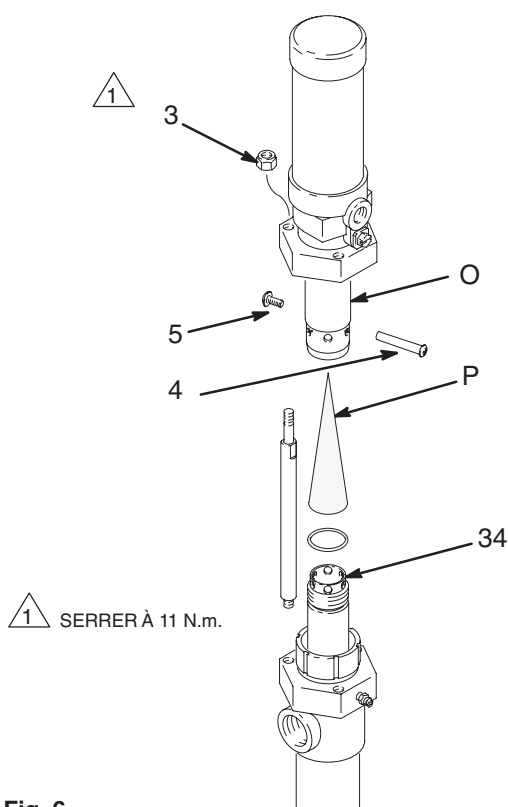

Fig. 6
REMARQUE: Le démontage du silencieux (P, Fig. 6) augmente à la fois le débit de la pompe et le bruit de l'échappement et réduit le givrage.
Dévisser les contre-écrous (3) des tirants, retirer l'ensemble vis (5) et axe (4) et soulever le moteur pneumatique. Dévisser la tige (34). Voir la Fig. 6.
Appliquer de la graisse au lithium sur les filetages de la tige (34). Introduire le silencieux (P) comme indiqué. Visser la tige (34) à la main sur la bielle du moteur pneumatique. Installer l'ensemble vis et axe (4 et 5). Lubrifier les filetages du tirant. Pour assurer l'alignement, visser les contre-écrous (3) des tirants sans serrer, puis les serrer uniformément à 11 N.m. Voir la Fig. 6.